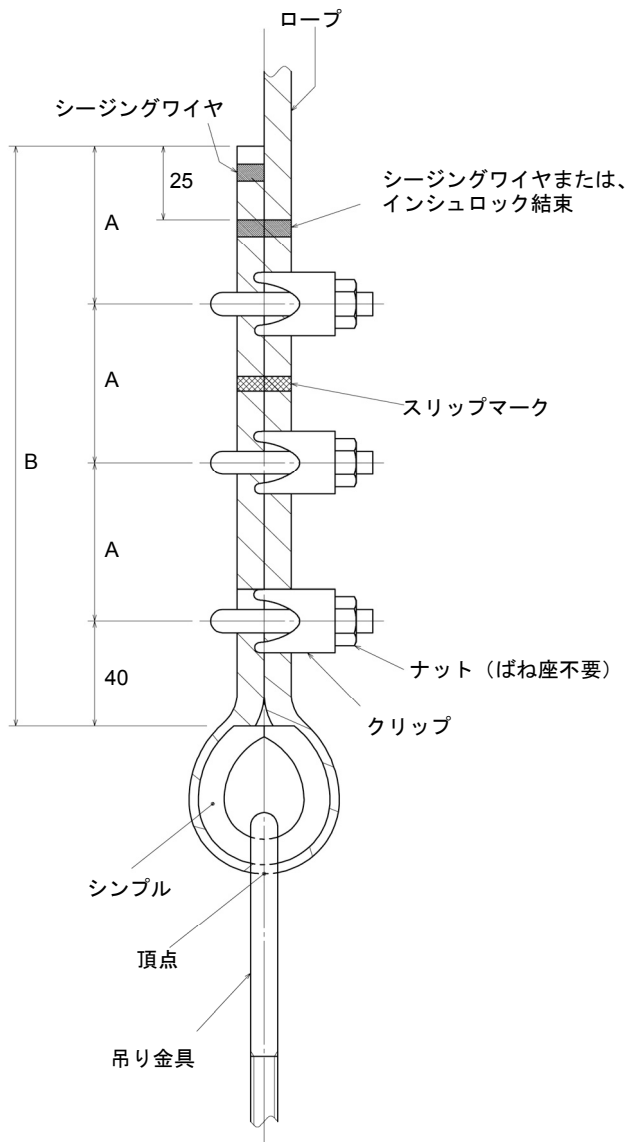
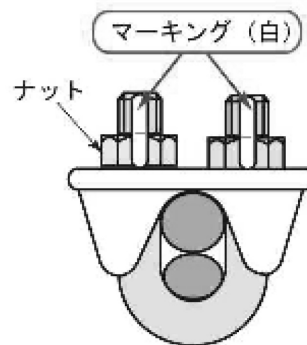

図1 ロープクリップ取付
図2 クリップナットのマーキング
- ①ストランドの撚り戻り止めのシージングワイヤーが施されているか確認します。
- ②図1のような同一方向で端末側にUボルトがくるようになっているか確認します。
- ③定期検査でワイヤークリップに緩みはないか確認し、緩みのある場合はかごおよび釣合おもりの荷重がかかった状態で表1の締め付けたルクで増し締めします。
- ④図1のスリップマークと図2のナットのマーキングがずれてないか確認します。